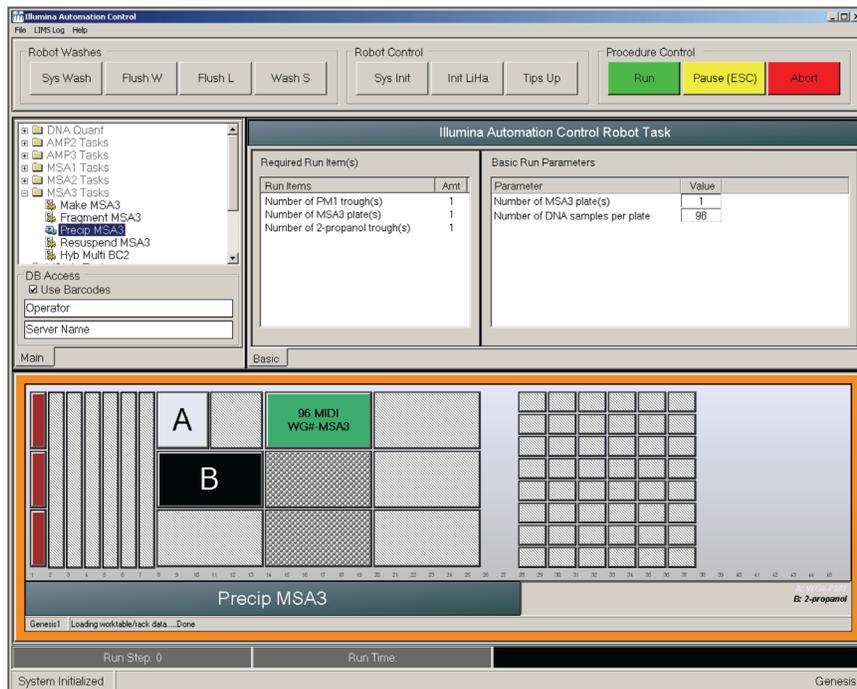

Рис. 124 Окно процесса осаждения планшета MSA3
4. Удалите покровный мат и поместите планшет MSA3 на платформу робота в соответствии со схемой платформы (Рис. 124).
8. Удалите покровный мат и поместите планшет MSA3 обратно на платформу робота в соответствии со схемой платформы (Рис. 124).